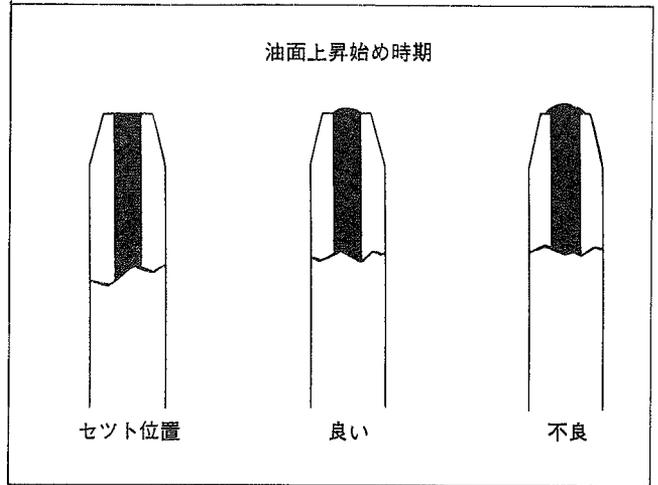

図4-303 点検用パイプの油面の見方
7. 油面が図4-303の「良い」のように盛り上がり始めたところでエンジンを回すのを止め、クランクプーリ切り欠きの右側（プーリ正面から見て）とポイントが合っているか点検し、合っていない場合は調整する。